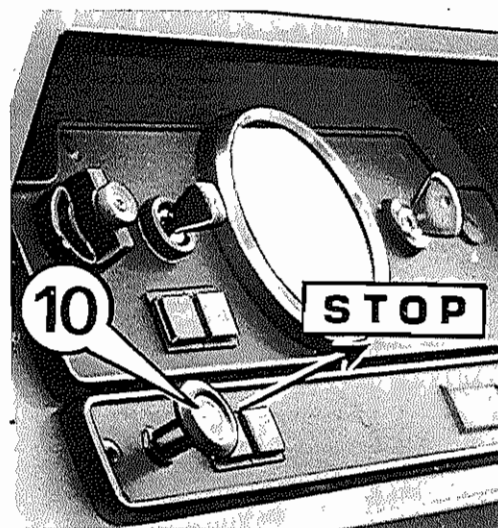

FIG. 11
- 10 Pomolo arresto motore Fig. 11**
- 10 Engine stopping knob Fig. 11**
- 10 Poignée d'arrêt du moteur Fig. 11**
- 10 Pomolo detención motor - Fig. 11**